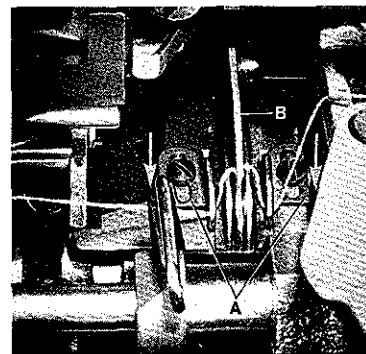

Fig.28
Repositioning eyelets (A, Fig. 28) in direction of the arrows to the front increases the amount of looper thread in the system, repositioning to the rear decreases the amount of thread in system.
Durch Verschieben der Fadenführungen (A, Fig. 28) in Pfeilrichtung nach vorne wird mehr durch Verschieben nach hinten wird weniger Greiferfaden abgezogen.
The finger (B, Fig.28) controls the looper thread after "cast-off", it prevents the looper thread from being wiped under the blade of the looper, when the looper moves from the right to the left. Set the finger (B) accordingly and make sure that it centers exactly between the take-up discs.
Der Finger (B, Fig.28) kontrolliert den Greiferfaden nach dem "Abspringen", er verhindert, daß der Greiferfaden unter die Greiferklinge gezogen wird, wenn sich der Greifer von rechts nach links bewegt. Stellen Sie den Finger (B) entsprechend und beachten Sie, daß er genau mittig zwischen den Aufnehmerscheiben steht.